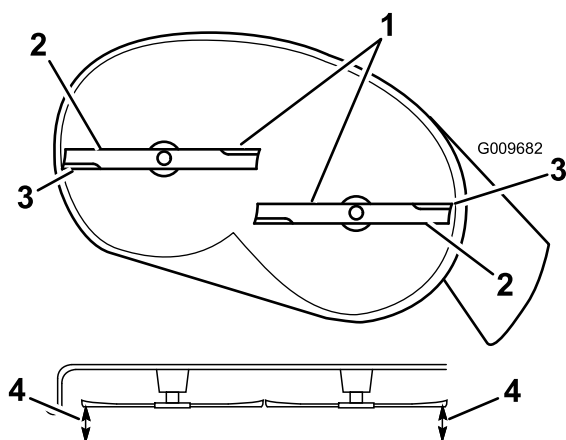
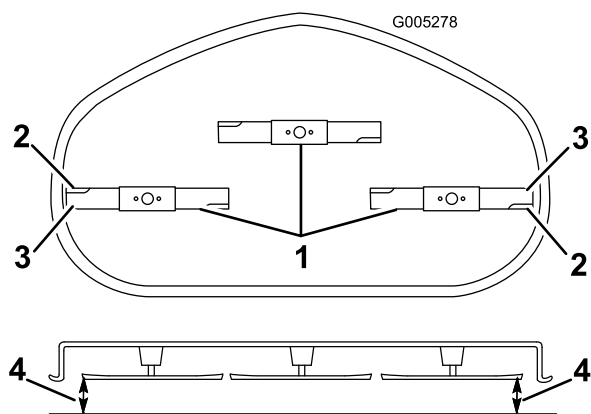

Figura 57
Figura 58
4. Girate con cautela le lame in modo che siano disposte tutte lateralmente (Figura 57 e Figura 58).
5. Misurate la distanza tra i taglienti esterni e la superficie piatta (Figura 57 e Figura 58). Se entrambe le misure non rientrano nella tolleranza di 5 mm è necessario regolare; proseguite l'operazione.